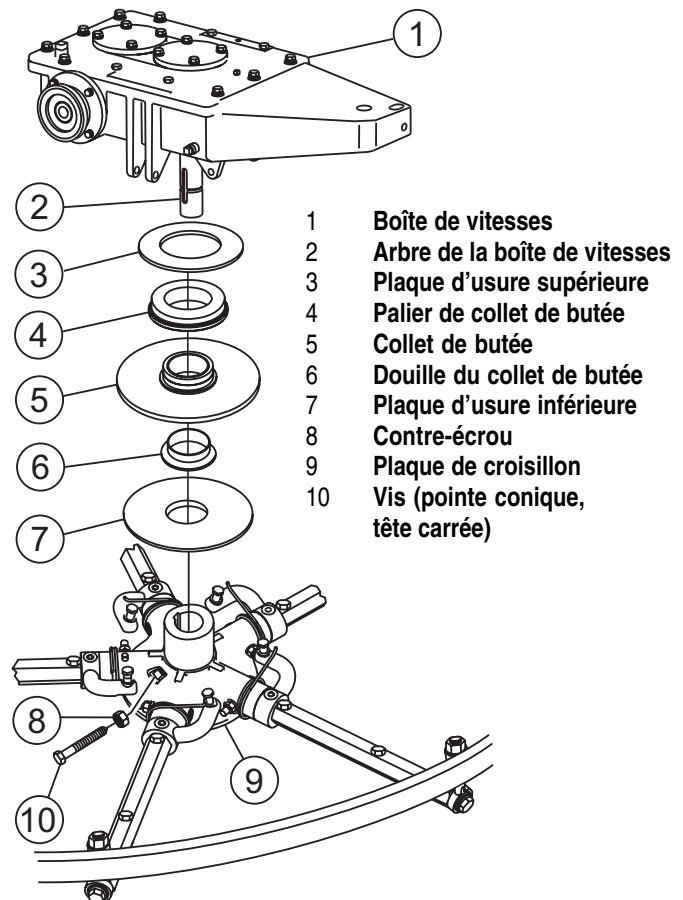

Figure 33. Retrait du croisillon/de la boîte de vitesses
1. Situez la vis à tête carrée et pointe conique (Figure 33) et le contre-écrou attaché situé sur le côté du croisillon.